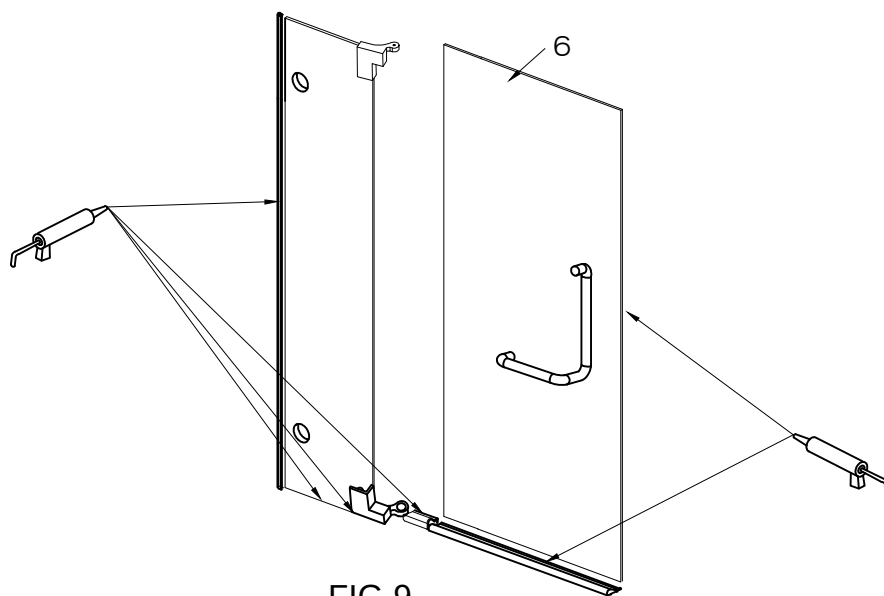

FIG.9
1. Appliquez le calfeutrage en silicone transparente sur la partie intérieure entre le mur et la bande d'étanchéité latérale. [Cf. FIG. 9].